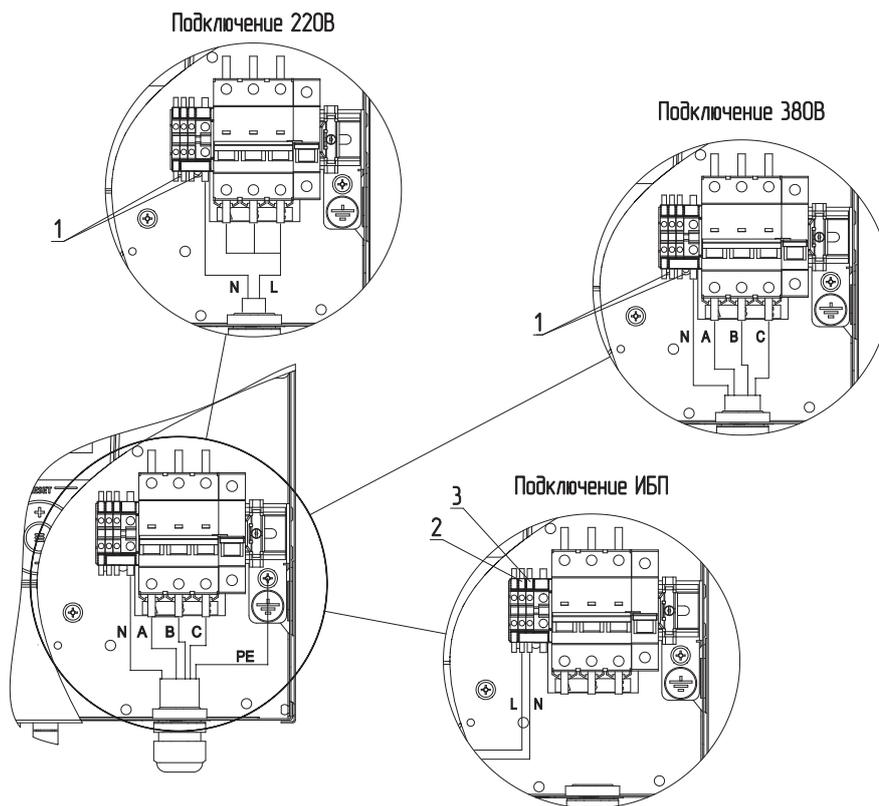

Рис.4 Схема подключения электрического котла ZOTA LUX-X 4,5-48 кВт
- извлеките перемычки (**рис.4, 5, 6 поз.1**);
- подключить провода фазы «L» к колодке (**рис.4, 5, 6 поз.2**);
- подключить провода нейтрали «N» к колодке (**рис.4, 5, 6 поз.3**).